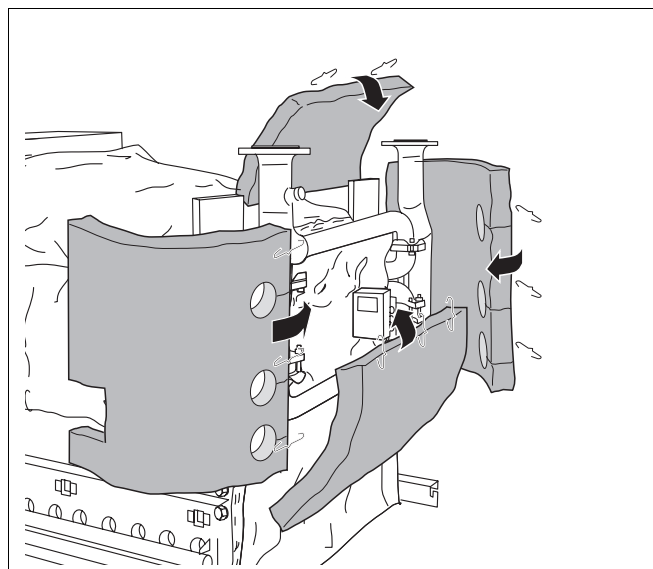
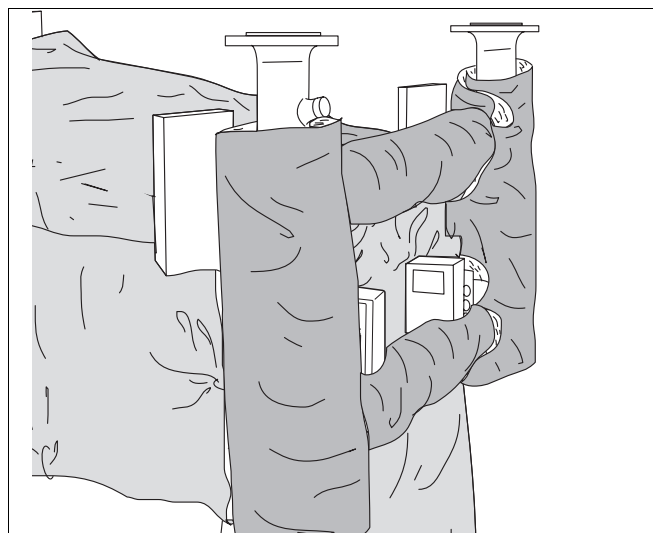

Рис. 51 Укладка теплоизоляции на трубы
Рис. 52 Смонтированная теплоизоляция на трубах
Укладка теплоизоляции на трубы (рис. 51 и рис. 52)
- Обернуть теплоизоляцию (справа и слева) вокруг вертикальных труб и соединить пружинными крючками. Через верхний и нижний круглые вырезы проводятся соответствующие горизонтальные трубы (рис. 51).
- Сервомотор выводится через средний круглый вырез (рис. 51).
- Обернуть теплоизоляцию (вверху и внизу) вокруг горизонтальных труб и соединить пружинными крючками (рис. 51).